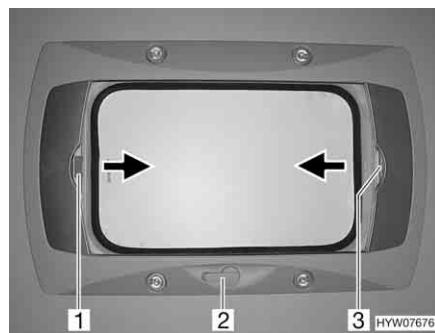

Fig. 49 Oblò a manovella
**Apertura:** ■ Ruotare la manovella (Fig. 49,2) fino a quando non si incontra resistenza (angolo di apertura max. 70°).
**Chiusura:** ■ Tirare la tendina oscurante pieghevole per la maniglia (Fig. 49,3) nella direzione della freccia fino alla posizione desiderata e rilasciare. La tendina oscurante pieghevole rimane in questa posizione.
**Chiusura:** ■ Tirare la zanzariera a rullo per la maniglia (Fig. 49,1) nella direzione della freccia verso la maniglia contrapposta della tendina oscurante pieghevole (Fig. 49,3) e farla innestare.
**Apertura:** ■ Tirare la maniglia della zanzariera a rullo (Fig. 49,1) dietro, verso l'alto, e sganciare la zanzariera a rullo dalla tendina oscurante pieghevole (Fig. 49,3).